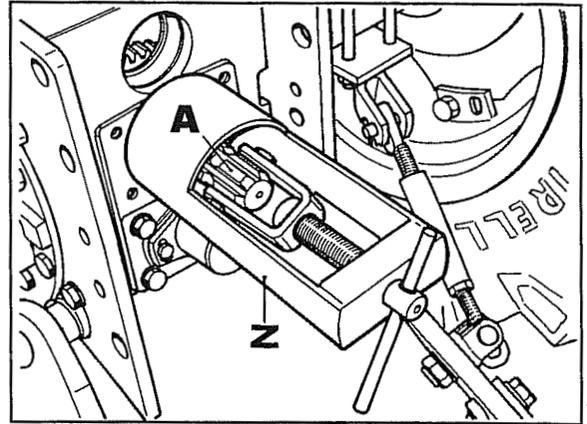
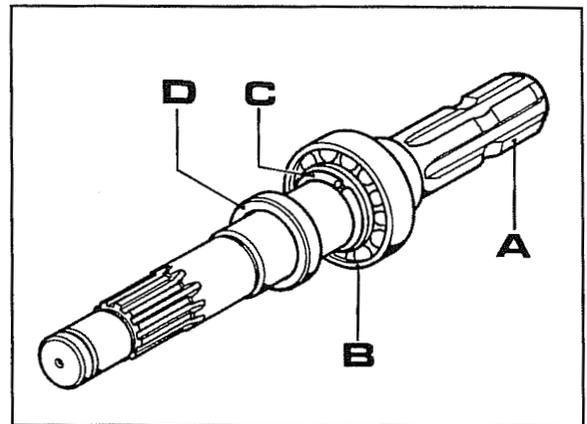
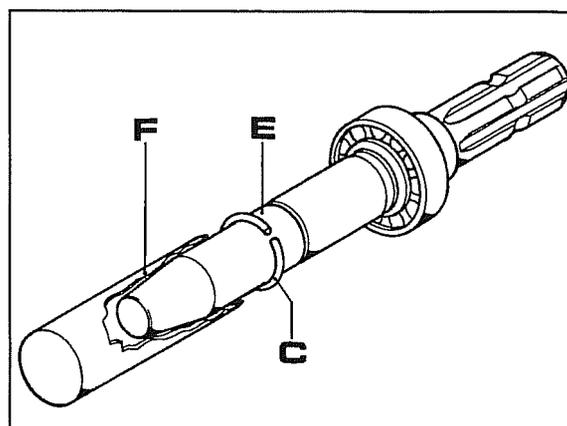

Fig. 17
Fig. 18
Fig. 20
7. A l'aide d'un outil spécial **Z** fig. 17, extraire l'arbre de prise de force supérieure **A** (fig. 17 et 18) qui entraîne avec lui le roulement **B**, bloqué sur l'arbre par le serrage du circlips **C** fig. 18. Ce serrage se vérifie parce que dans cette phase le circlips **C** est surmonté par l'entretoise **D** qui l'empêche de s'ouvrir et de sortir du logement de l'arbre.
- Pour remonter le circlips **C** fig. 18 et 20, il faut se servir d'un outil spécial formé d'une partie conique **E** fig. 20 et d'une partie cylindrique **F** qui sert à pousser le circlips dans son logement.